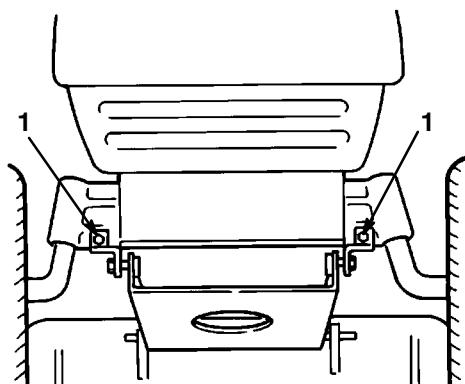

Figure 39
- Fixez les supports de pivots du plateau de coupe à l'essieu avant à l'aide des boulons et des contre-écrous (Fig. 39).